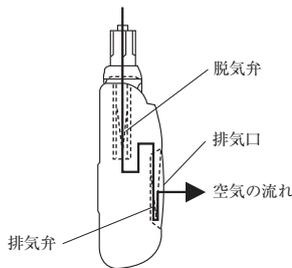

図4
12. 胸水が貯留した際は速やかに排出すること。排気弁に貯留した胸水が浸ると排気口(図4、5)より、液洩れが発生する可能性がある。